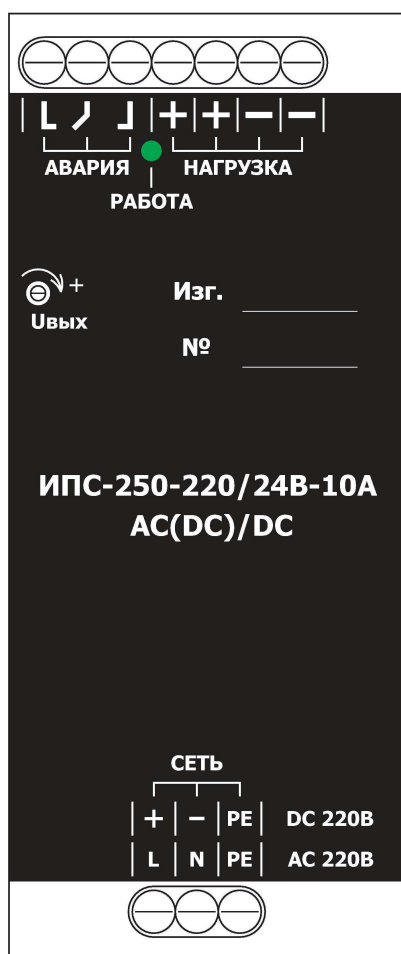

Рисунок 3. Вид спереди ИПС-250-220В/24В-10А (АС(DC)/DC).
**6.2** При необходимости регулирования величины выходного напряжения используется потенциометр на передней панели ИПС. Поворот по часовой стрелке приводит к увеличению величины выходного напряжения соответственно (см. рисунок 3).